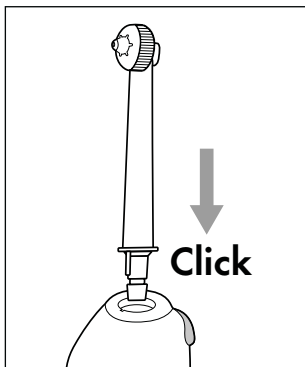

Fig. 2
- ◆ Applicare una testina **2** al manico **4**. Premere la testina **2** nell'apertura finché la testina **2** non s'innesta in modo udibile nel manico **4**. Assicurarsi che la sporgenza di guida dell'estremità inferiore della testina **2** e il corrispondente incavo dell'apertura del manico **4** siano in posizione corretta (vedere fig. 2).